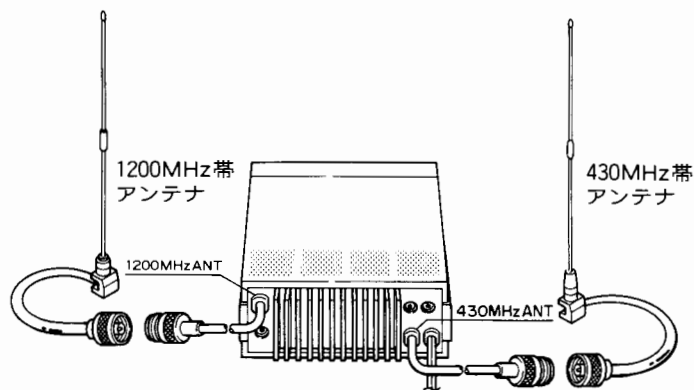

図7
① 独立したアンテナに接続する場合(図7)
- ① C6000、C6000S 本体の 1200MHz 用同軸ケーブルに、1200MHz帯のアンテナからの同軸ケーブルを接続します。
- ② C6000、C6000S 本体の 430MHz 用同軸ケーブルに、430MHz帯のアンテナからの同軸ケーブルを接続します。